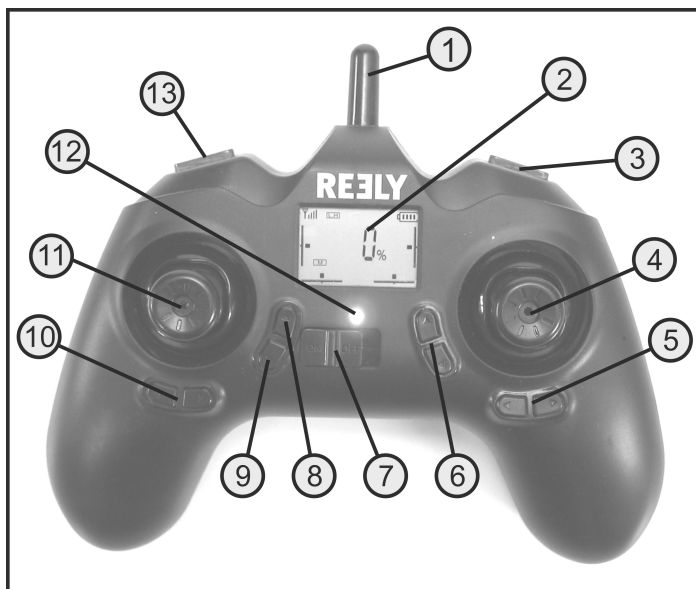

Figure 1
Pour ce faire, faites glisser le commutateur Marche/Arrêt (voir également figure 1, pos. 7) de la position d'« ARRÊT » à droite vers la position de « MARCHÉ » à droite.
L'émetteur émet un court signal sonore et l'affichage LED (voir également figure 1, pos. 12) commence à clignoter lentement. En même temps, tous les éléments d'affichage sont représentés à l'écran.
Déplacez le levier de commande des fonctions de Pas et Arrière (voir également la figure 1, pos. 11) vers la position la plus élevée. L'émetteur émet de nouveau un signal et le voyant à diode LED clignote alors rapidement.